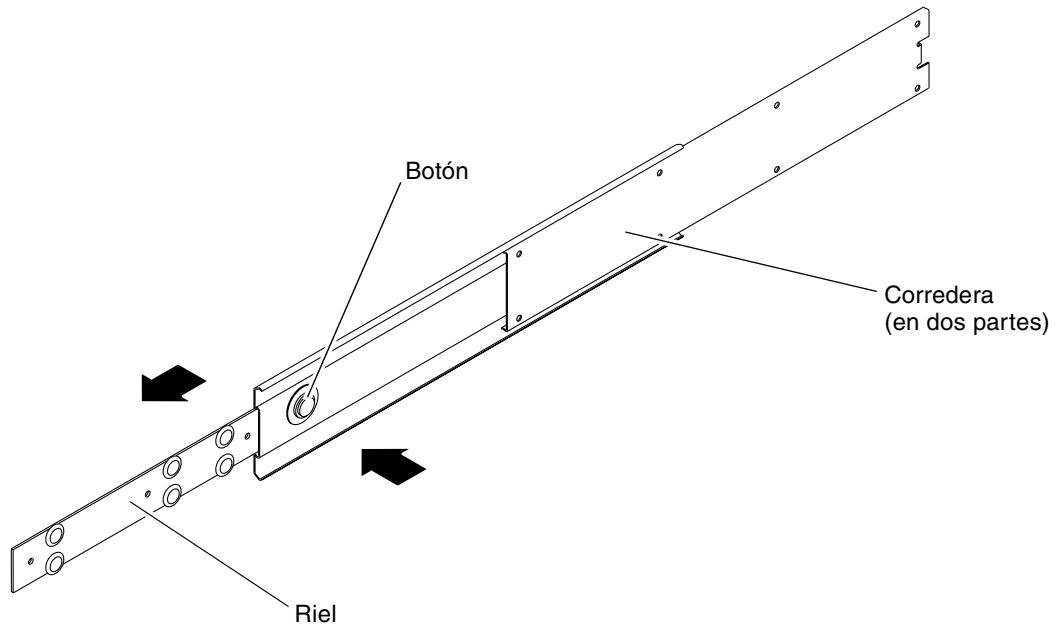

FIGURA 3-8 Desmontaje de la corredera
4. Pulse el botón que hay a cada lado y tire completamente del riel hacia afuera de la corredera (FIGURA 3-8).